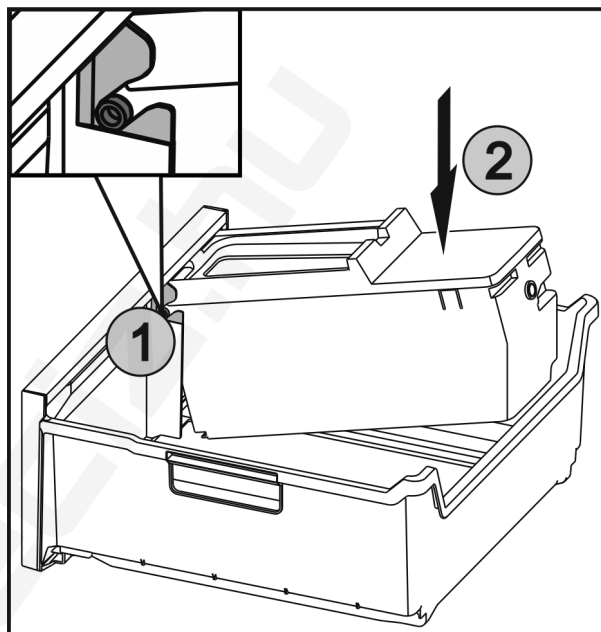

Fig. 45
- Csúsztassa be az Fig. 45 (1) EasyTwist-Ice tengelyeit a vezetésekbe, és nyomja meg a hátsó oldalt Fig. 45 (2), hogy a fül bepattanjon.